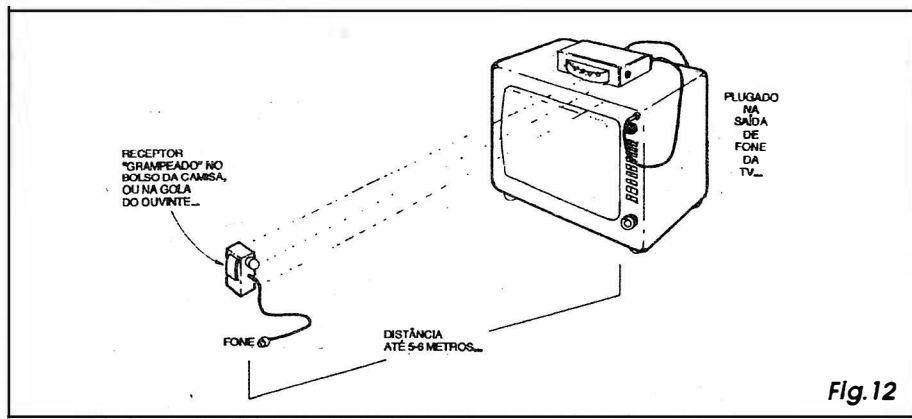

Fig. 12
- FIG. 12 - INSTALAÇÃO, AJUSTE E USO... - Conforme já deve ter ficado mais do que claro, o módulo transmissor do **FOSF** pode ficar sobre (ou ao lado...) o aparelho de TV (num exemplo clássico, já que o dispositivo também pode ser usado com várias outras fontes de áudio, desde que contenham um jaque para fone...), com sua janela contendo o arco de 5 LEDs